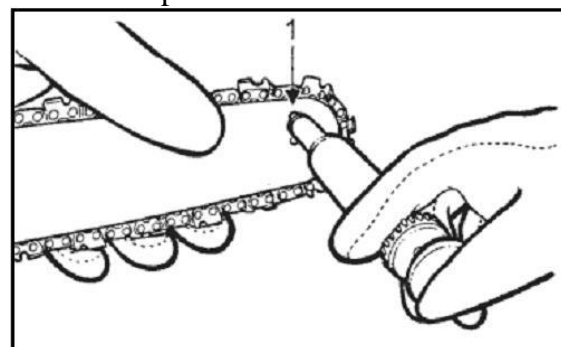

Fig. 27
- 2- Bien nettoyer le trou de lubrification à l'extrémité du guide chaîne (des deux côtés) (voir 1 – Fig. 27).